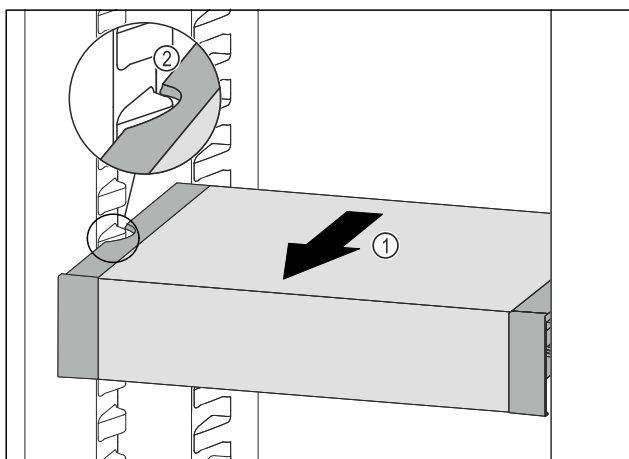

Fig. 136
- VarioSafe naar voren trekken Fig. 136 (1), tot de uitsparingen aan de zijkant van de VarioSafe zich ter hoogte van de rib in het koelgedeelte bevinden. Fig. 136 (2)